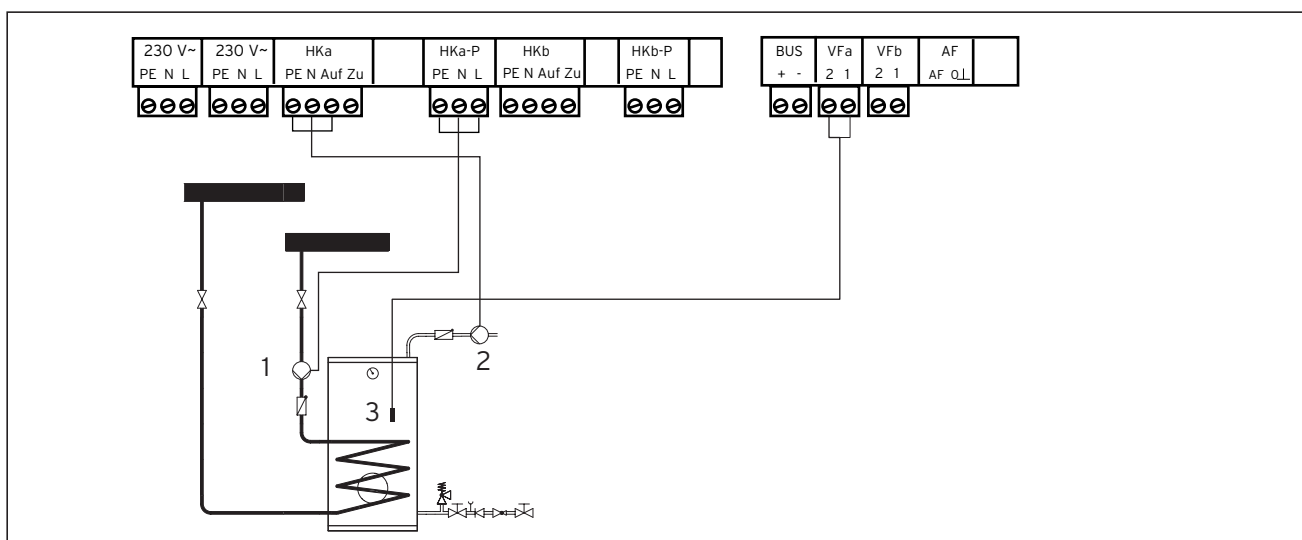

Fig. 4.3: Raccord d'un circuit de chauffage en tant que circuit de charge du préparateur
- Procédez au câblage de raccord sur le module du mélangeur selon la fig. 4.3.
Légende de la fig. 4.3